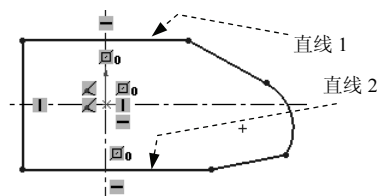

图 2.12.7 添加“对称”约束（一）
Step 3 添加图 2.12.7 所示的“对称”约束。按住 Ctrl 键，选取图 2.12.7 所示的直线 1、直线 2 和水平中心线，系统弹出“属性”对话框，在 **添加几何关系** 区域单击 **对称(S)** 按钮。